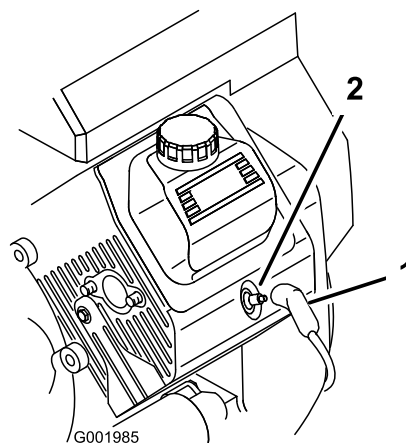

Figura 52
3. Desconecte los cables de las bujías (Figura 52).
3. Conecte los cables a las bujías (Figura 52).